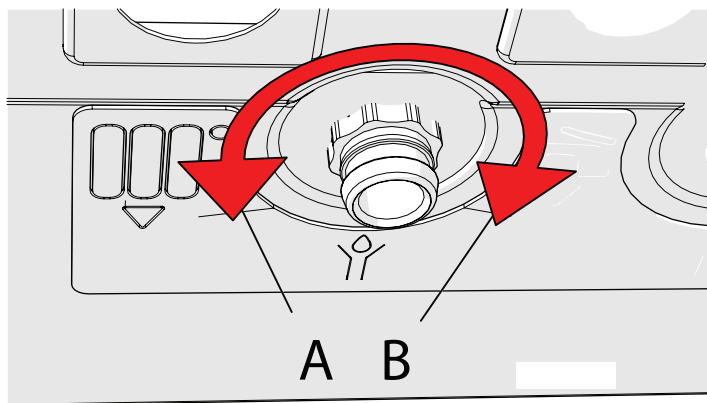

Figure 8-19 - Sens d'ouverture et fermeture des robinets
- 6.- ouvrir les robinets de remplissage « A » et « B » (voir sens de rotation à la Figure 8-19) ;